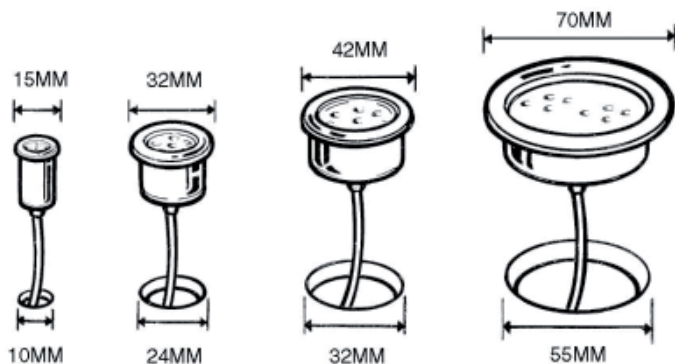

Fig. 2
3. När du har provat ut placering ska monteringshålen borraras med $\varnothing 24$ mm (se fig. 2).